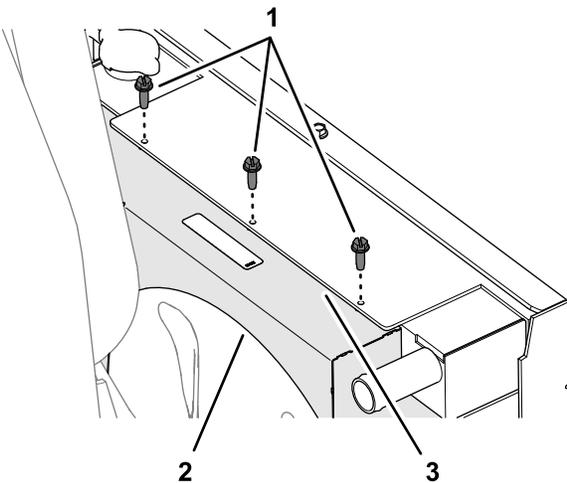

Figure 36
7. Fixez le carénage supérieur du ventilateur au radiateur/refroidisseur d'huile (Figure 36) à l'aide de 3 vis autotaraudeuses (1/4" x 3/4").